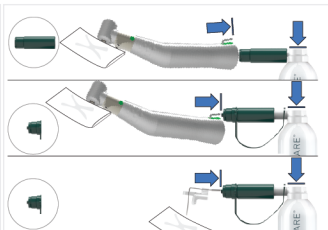

FIG. 5
2. Após seleccionar o bocal adequado, proceda à limpeza preliminar do dispositivo utilizando o produto Aquacare. Pulverize o interior e o exterior do dispositivo e o interior do tubo de irrigação (FIG. 5).